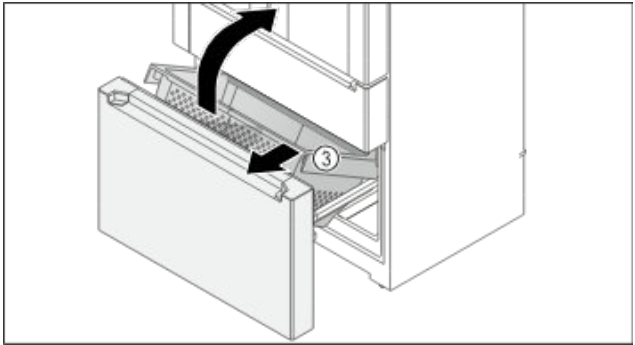

Fig. 153
- ▶ 向上抬起容器 Fig. 153 (3) 前部。
- ▶ 朝前斜着取出容器 Fig. 153 (3)。